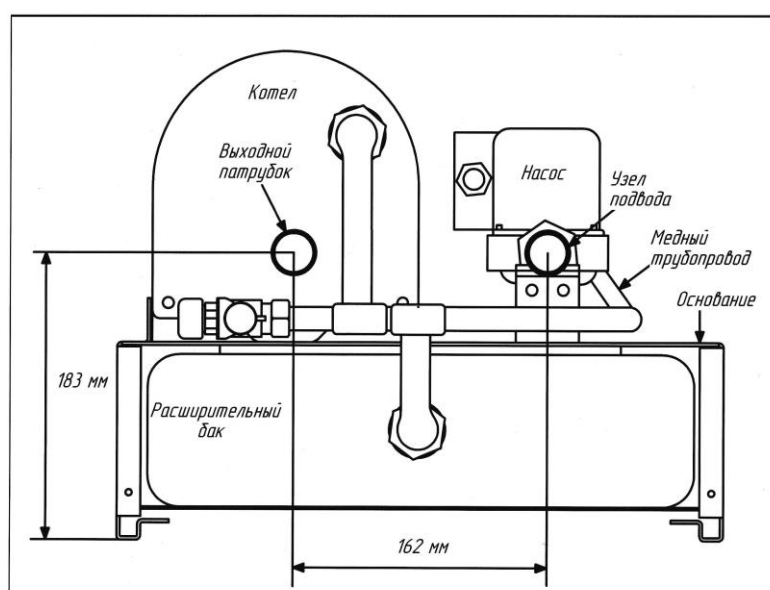

Рисунок 5
- расстояние между патрубками "входа" и "выхода", также от стены до патрубков указаны на рис. 5.